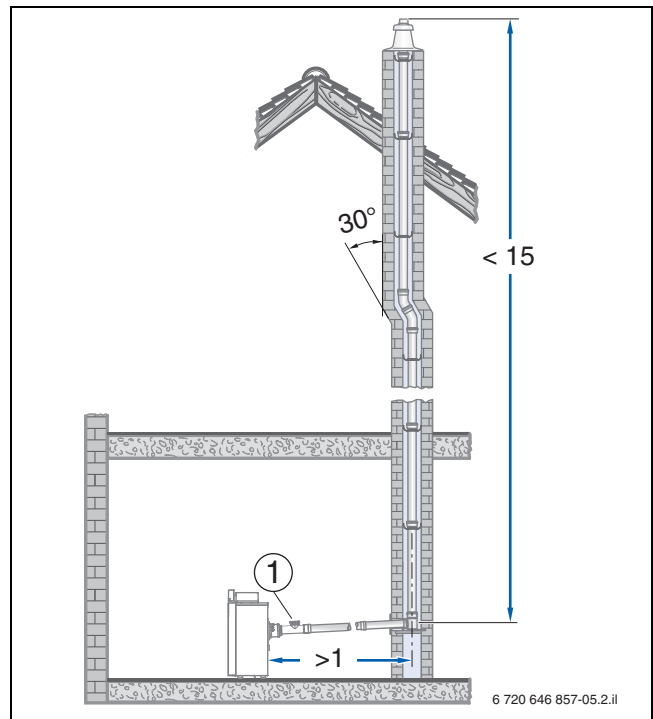
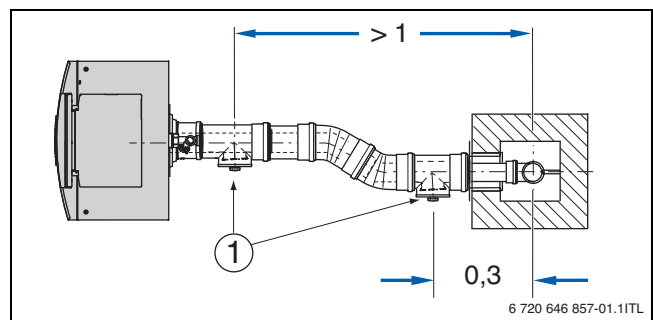

Fig. 4 Ejemplo: disposición de la abertura de inspección sin desvío en la sala de instalación (medidas en m)
Fig. 5 Ejemplo: disposición de la abertura de inspección con desvío en la sala de instalación (medidas en m)
Los sistemas de gas de escape deben ser fáciles y seguros de comprobar para el servicio dependiente de la ventilación de la sala y, dado el caso, también de limpiar. A tal efecto se deben planificar aberturas de inspección (→ fig. 4 y fig. 5, pág. 8).
- en el lado frontal de la sección horizontal del conducto de gases, a una distancia máxima de 1 m del desvío en la sección vertical, cuando no exista ningún desvío en el tramo intermedio (→ fig. 4)
- en un lateral de la sección horizontal del conducto de gases, a una distancia máxima de 30 cm del desvío en la sección vertical (→ fig. 5).
- se ha realizado la abertura de inspección inferior conforme a la Normativa vigente (→ fig. 4 y fig. 5).